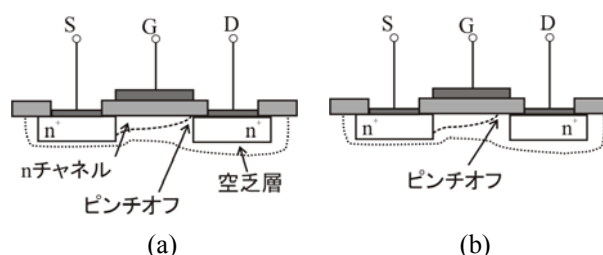

Fig.4 ピンチオフ状態
- ・ V_{DS} を増加していくとドレイン側から空乏層が広がり(pn 接合の逆バイアスのため)、チャンネルが狭くなりピンチオフとなる(Fig.4(a))。
- ・ V_{DS} をさらに増加すると、ピンチオフがソース側に広がり、電圧は空乏層にのみ掛かるため I_D は飽和する(Fig.4(b))。